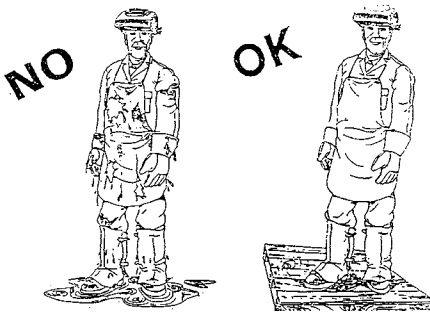

Abb.7
- Durch Verbesserung des persönlichen Schutzes, der Isolierung vom Boden und des zu schweißenden Teils des Schweißers (Abb. 7)